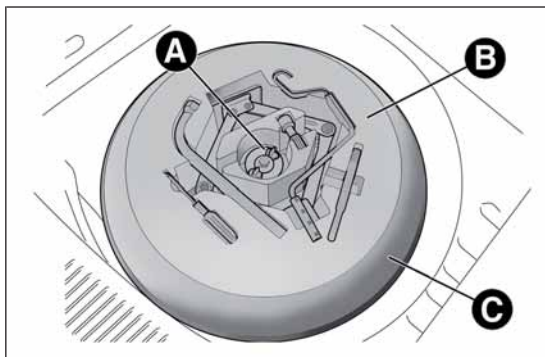

РИС. 116
- отвинтите защелку А РИС. 116, возьмите ящик с инструментом В и поставьте его рядом с колесом, требующим замены; извлеките аварийное колесо С;